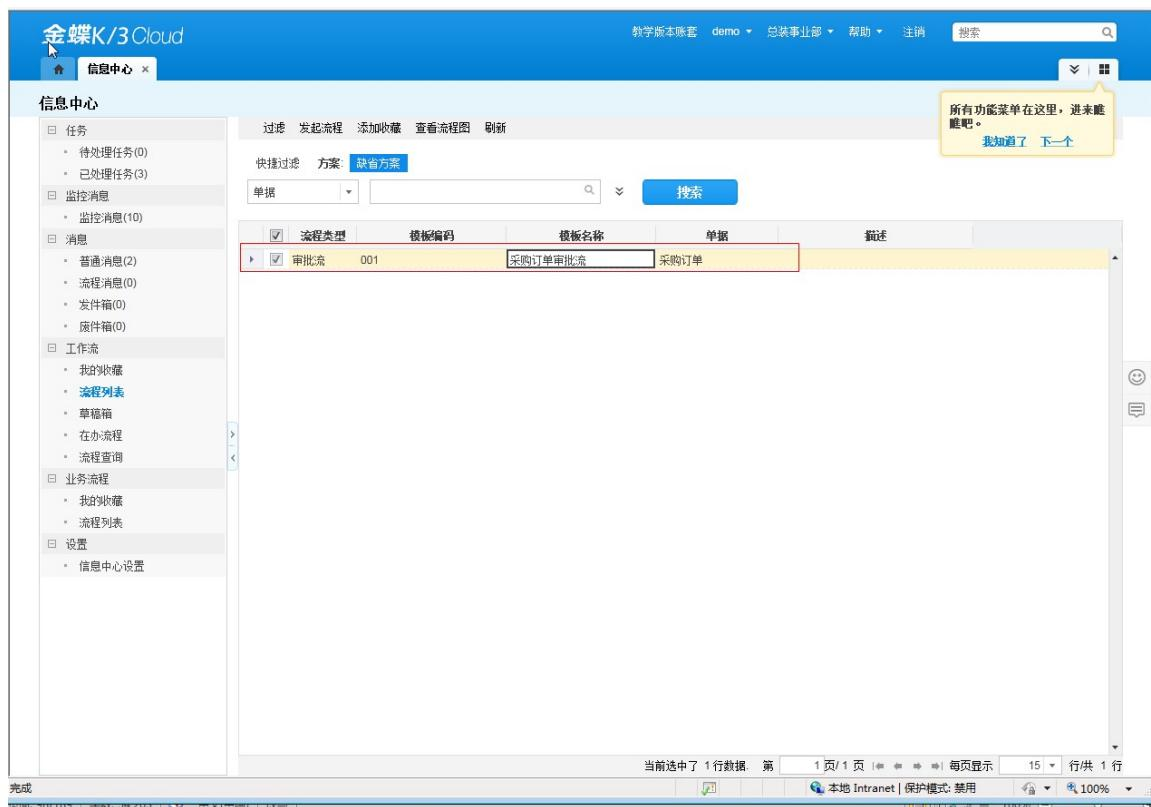
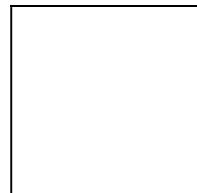
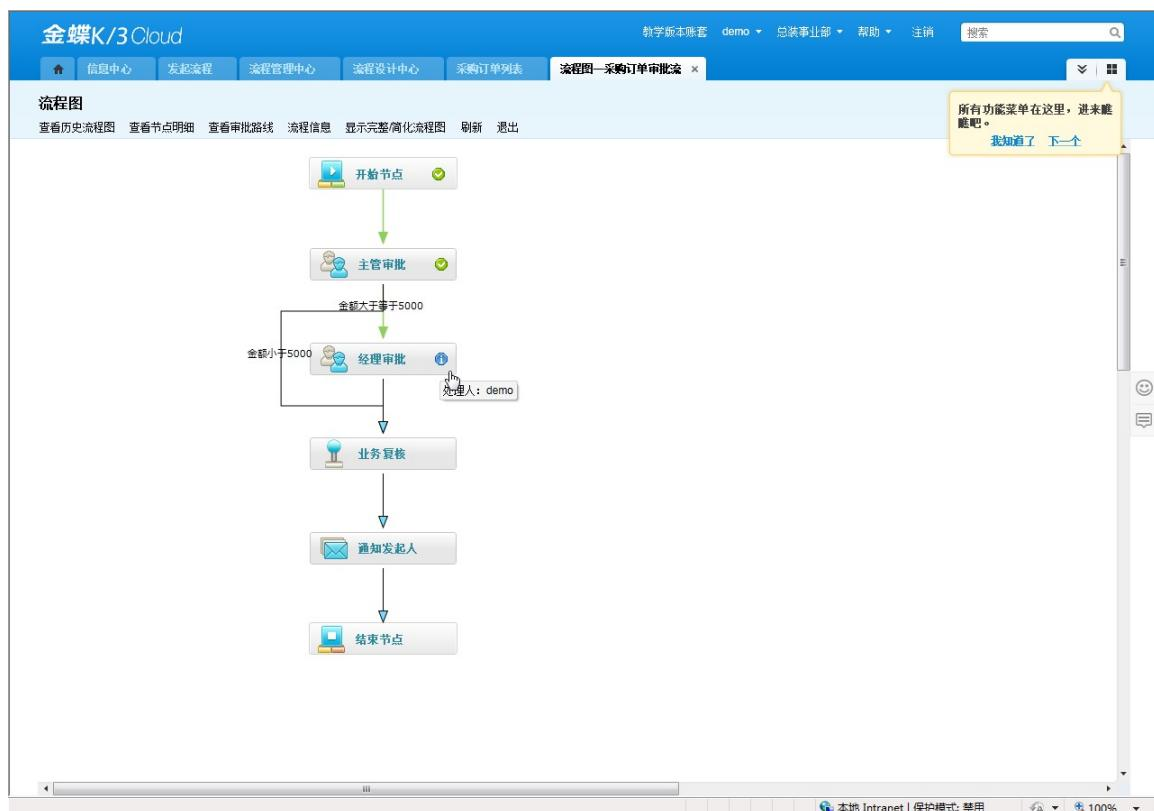

图 8-1-12 信息中心流程列表
图 8-1-13 流程发起界面
图 8-1-14 单据审核按连线条件跳转
7、流程发布后，就可以在【信息中心】中看到对应的流程，如图 8-1-12 所示。选择该流程点“发起流程”可发起审批流，录入数据如图 8-1-13 所示，流程发起后，用户 demo 登陆，信息中心中增加了一条“主管审批”的待办任务，点击菜单栏“处理”，处理任务后，由于金额大于 5000，需要走“经理审批”节点，在“采购订单”列表找到对应单据，点击“关联查询”中的“工作流程图”功能，可展示对应的流程图，从图上可以看出，下一步待处理的是“经理审批”节点，如图 8-1-14 所示。后续节点的处理和上面一致，对应的节点处理人在收到任务后会在【信息中心】-【待处理任务】节点增加一条记录，任务处理后，“待处理任务”记录转移到“已处理任务”节点，流程审批实现任务驱动，任务处理人员无需到单据列表中去处理任务，只需及时关注待处理任务即可。